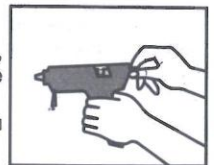

Рис. 1
4. Вставьте клеевой стержень в пистолет до упора так, как показано на рис. 1, не нажимая на курок подающего механизма. **Внимание!** При первой установке необходимо вставить два стержня.